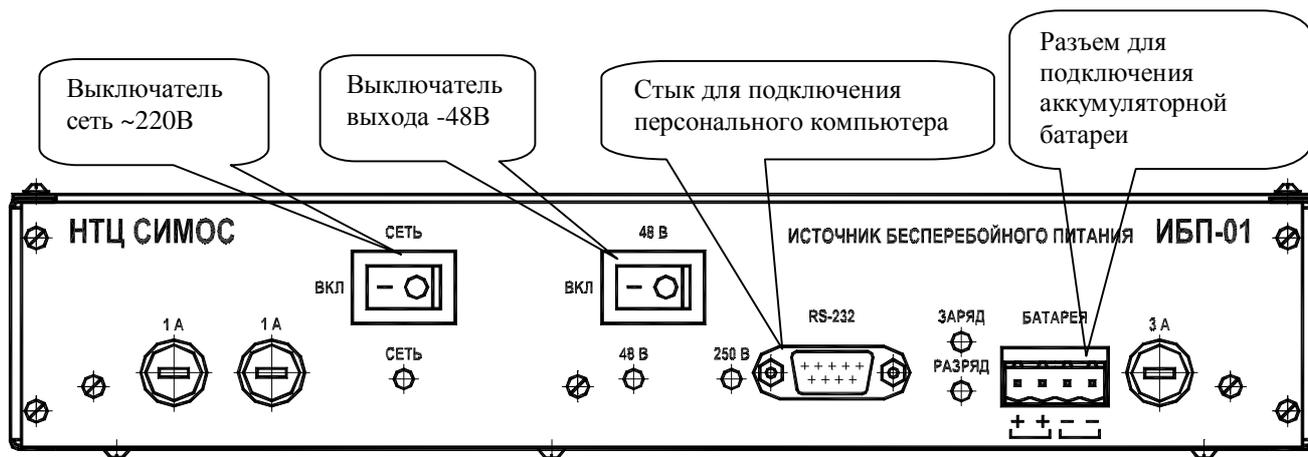

Рисунок 1 - Лицевая панель блока ИБП-01.
4.2.3. Присоедините аккумуляторную батарею к разъему «ВАТ», расположенному на лицевой панели блока, см. рис. 1. Должен загореться красный индикатор «РАЗРЯД» на передней панели блока.